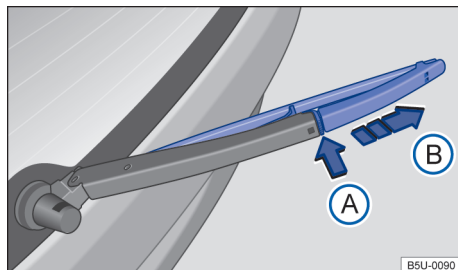

Fig. 106 Substituir a palheta do limpador do vidro traseiro.
- Manter a tecla de destravamento → Fig. 106 ① pressionada e, ao mesmo tempo, retirar a palheta dos limpadores do para-brisa no sentido da seta.
- Retirar a palheta do limpador do vidro traseiro no sentido da seta ②.